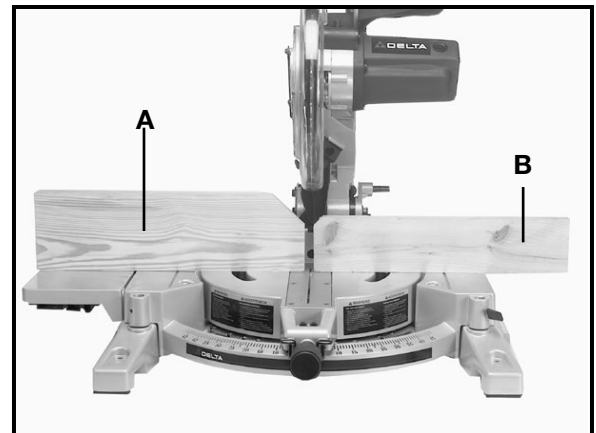

Fig. 36
Des trous sont prévus dans le guide pour fixer un guide auxiliaire (A) et (B) fig. 36. Ce guide auxiliaire se fabrique à partir d'une planche en bois rectiligne d'environ 1/4 po d'épaisseur sur 3/4 po de hauteur et 16 po de longueur, comme l'illustre (B) fig. 36; et d'environ 1/2 po d'épaisseur sur 5 po de hauteur et 17 po de longueur (A) fig. 36.
**REMARQUE** : Le guide auxiliaire (A) est utilisé **seulement** lorsque la lame est en position de coupe en biseau de 0 degré (perpendiculaire à la table). Lors de la coupe en biseau (lame inclinée), il faut enlever le guide auxiliaire.